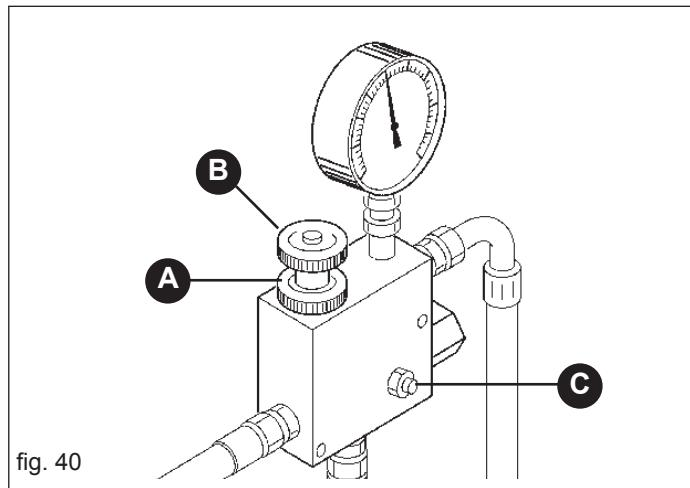

fig. 40
Nei trattori con pompa a portata variabile (circuito idraulico chiuso), dotati di regolatore della portata d'olio, si deve aprire completamente il regolatore a tre vie (B, Fig. 40) e partendo con poca portata d'olio aprire gradualmente il regolatore interno del circuito del trattore fino al raggiungimento della pressione desiderata, indicata dal manometro (C, Fig. 39).
Le seminatrici vengono consegnate con la pressione relativa alla larghezza della macchina, come da Tabella (4). Se occorre aumentare il numero di giri della ventola per la distribuzione di sementi più pesanti, agire con prudenza ed attenzione nel seguente modo (Fig. 40):
- a) allentare la ghiera di bloccaggio (A, Fig. 40);
- b) ruotare in senso orario od antiorario il volantino (B, Fig. 40) per diminuire od aumentare la pressione e di conseguenza modificare i giri della soffiente.
È vietato per qualsiasi motivo toccare il grano (C, Fig. 40) poiché si starerebbe l'impianto potendo causare la rottura del motore, della pompa o della ventola di soffiaggio.